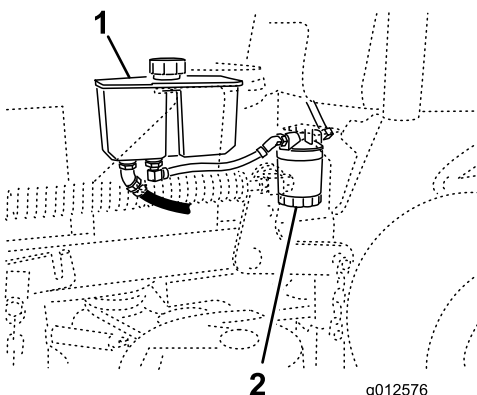

Figura 73
3. Individuate il filtro e collocate una bacinella di spurgo sotto il filtro stesso (Figura 73).